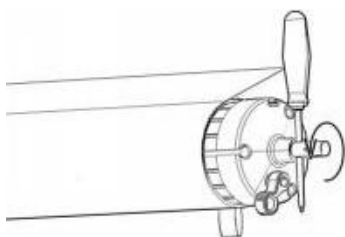

Figure E1
4. Manque de tension dans le tube d'enroulement du store : vérifiez si le ressort de torsion du tube d'enroulement est détendu. Pour le retendre, insérez un tournevis de 6 mm de diamètre dans la tige en acier à l'extrémité du tube, appliquez un couple dans le sens indiqué par le capuchon, puis insérez la goupille de sécurité. (Figure E1)